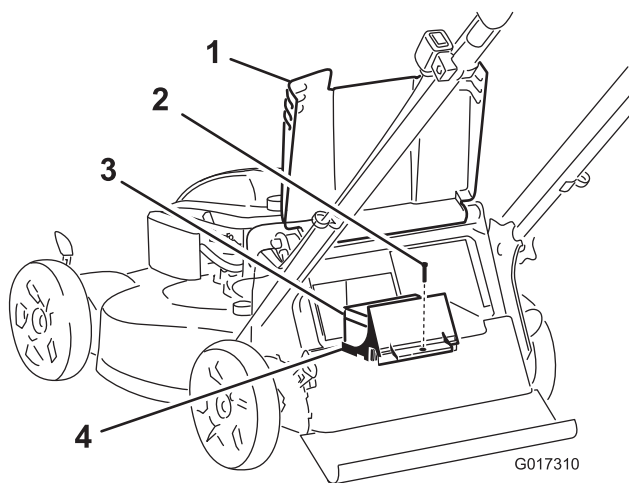

Figure 24
1. Soulevez le déflecteur arrière et localisez le logement de la batterie (Figure 24).